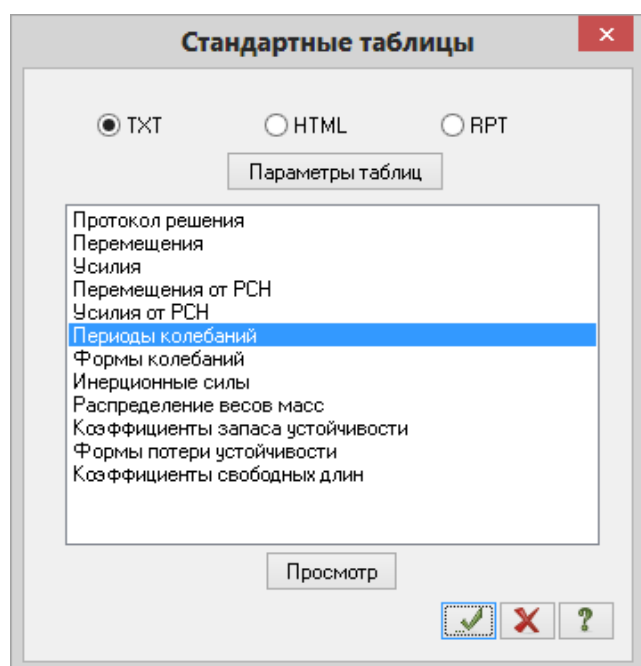

Рис.3.33. Диалоговое окно **Стандартные таблицы**
- В появившемся диалоговом окне **Стандартные таблицы** (рис.3.33) выделите строку **Периоды колебаний**.